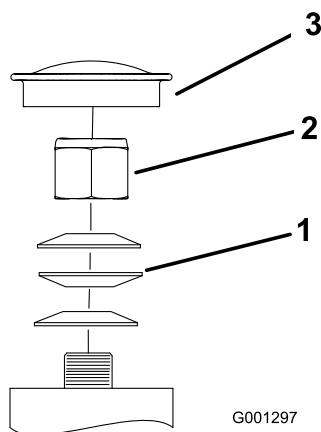

Figura 52
- Togliete lo scodellino parapolvere dalla ruota orientabile e serrate il dado di bloccaggio (Figura 52).
- Serrate il dado di bloccaggio finché le rondelle elastiche non sono piatte, quindi allentate di un quarto di giro per mettere a punto il precarico sui cuscinetti (Figura 52).
Importante: Verificate che le rondelle elastiche siano correttamente montate, come riportato nella Figura 52.
- Montate gli scodellini antipolvere (Figura 52).